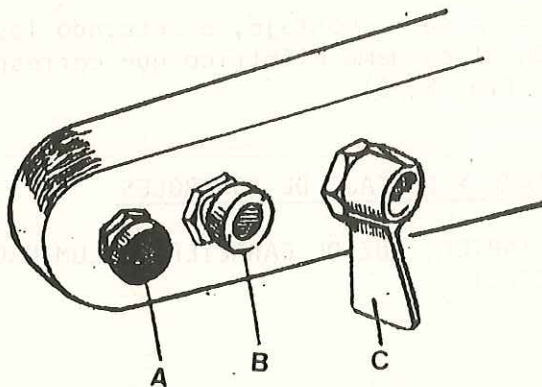

Fig. P3-6 Panel auxiliar
- 1.4. Retirar el panel auxiliar (Fig. P3-6).